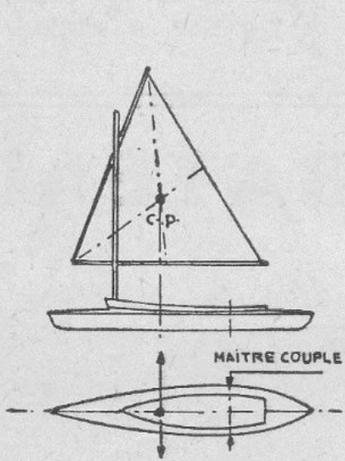

FIG. 1.
En général, le kayak, tout au moins de modèle courant, à une ou deux places, léger et de largeur classique, ne peut supporter qu'une voilure assez réduite et peu active, ceci, dû surtout à sa forme assez illogique, comportant un maître couple vers les 2/3 arrière (1). Forme qui, également par sa pointe effilée, tend à le faire « piquer » à la lame et procure une tenue de route instable devant être constamment corrigée à la pagaie (fig. 1). Cependant, s'il